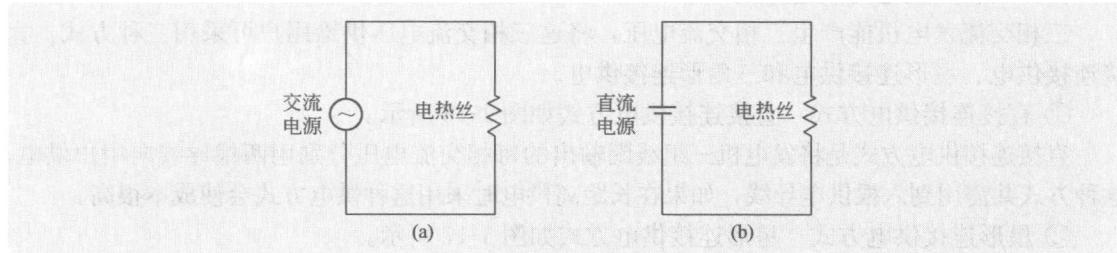

图 1-13 交流电有效值的说明图
② 有效值 交流电的大小和方向是不断变化的，这给电路计算和测量带来不便，为此引入有效值的概念。下面以如图 1-13 所示电路来说明有效值的含义。
如图 1-13 所示两个电路中的电热丝完全一样，现分别给电热丝通交流电和直流电，如果两电路通电时间相同，并且电热丝发出热量也相同，对电热丝来说，这里的交流电和直流
电是等效的，那么就将图 1-13(b) 中直流电的电压值或电流值称为图 1-13(a) 中交流电的有效电压值或有效电流值。